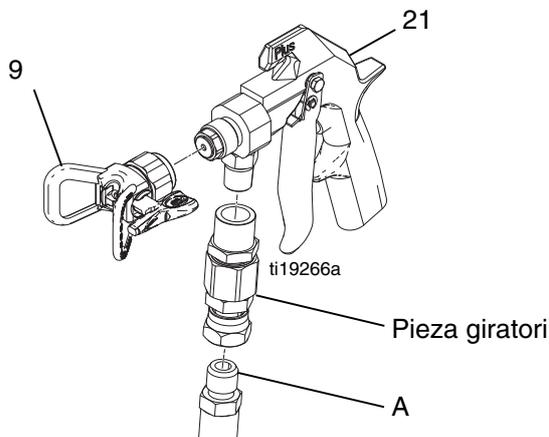

FIG. 5
2. Desconecte la manguera de fluido (A) y el accesorio giratorio (si se usan). Retire el protector de la boquilla (9). Afloje el tornillo del muelle (21) unos 7 mm (1/4 in) para liberar la tensión del muelle. Consulte la FIG. 5.